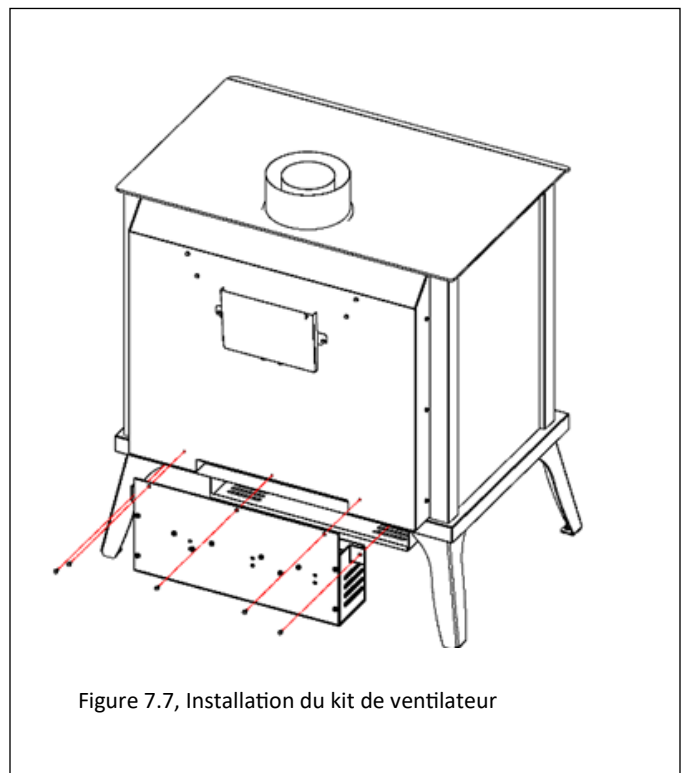

Figure 7.7, Installation du kit de ventilateur
2. Montez l'ensemble ventilateur de remplacement en l'alignant avec les trous existants à l'arrière et sous l'unité à l'aide des (5) vis précédemment retirées (Figure 7.7).